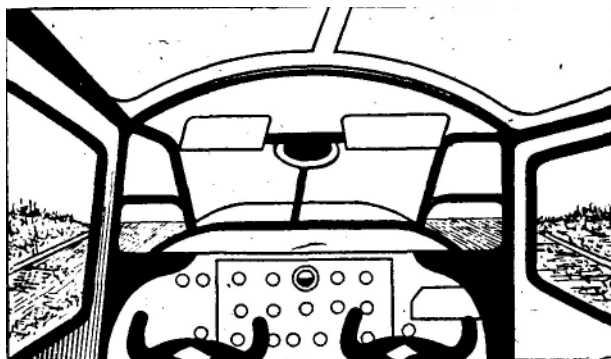

Рис. 7. Положение капота относительно горизонта в момент отрыва
3. По достижении скорости (80—90) км/ч (определяется беглым взглядом на указатель скорости) плавным движением штурвал управления на себя поднять переднее колесо до взлетного положения (10 см—15 см от земли) и сохранять это положение до отрыва самолета. При правильно поднятом переднем колесе горизонт проектируется ниже обреза капота двигателя на (5—7) см (рис. 7). Отрыв самолета происходит: